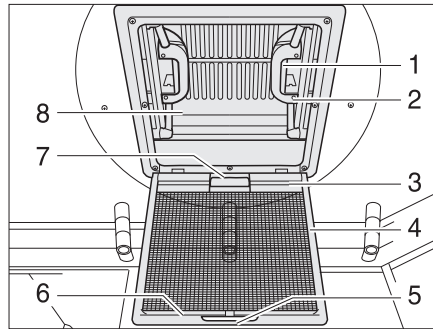

Fig. 41 Claraboya con cierre de resorte
- Tirar del tirador (Fig. 41,5).
- Plegar hacia abajo la protección contra insectos (Fig. 41,4).
- Presionar el cierre de resorte (Fig. 41,1) hacia el lado interior de la claraboya (Fig. 41,8). Presionar simultáneamente hacia arriba la claraboya con el tirador (Fig. 41,2).
- Plegar hacia arriba la protección contra insectos (Fig. 41,4) hasta que engatille.
- Tirar la claraboya (Fig. 41,8) enérgicamente hacia abajo por los dos tiradores (Fig. 41,2), hasta que los dos cierres de resorte (Fig. 41,1) engatillen.
- Tirar de la persiana oscurecedora enrollable por el asidero (Fig. 41,7) y enganchar el listón de enganche (Fig. 41,3) en el listón de soporte (Fig. 41,6) en la protección contra insectos.
- Soltar el listón de enganche (Fig. 41,3) del listón de soporte (Fig. 41,6) y regresar lentamente la persiana oscurecedora enrollable.